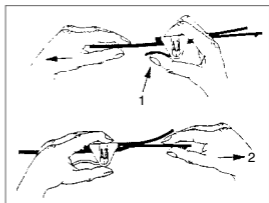

Abb. 5 Bandeau Lightweight
Réglage du **bandeau Lightweight (voir Fig. 5)** : Pour modifier la taille du bandeau, appuyer sur le levier (1) pour élargir le tour de tête, tirer sur l'extrémité libre (2) pour le diminuer.